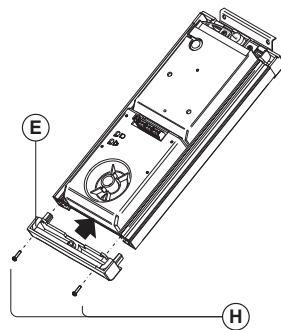

Fig. 8
8. Fixe os módulos colocando novamente a tampa de plástico **E** (**Fig. 8**) e utilizando os parafusos **H** (**Fig. 8**);